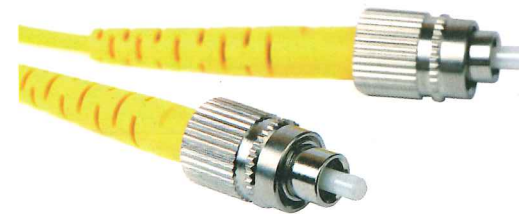

Figura 6.70. Conector FC.
- **Conector FC (Fiber Connector).** Son conectores que realizan la conexión por enrosque. Su constitución se muestra en la Figura 6.70.